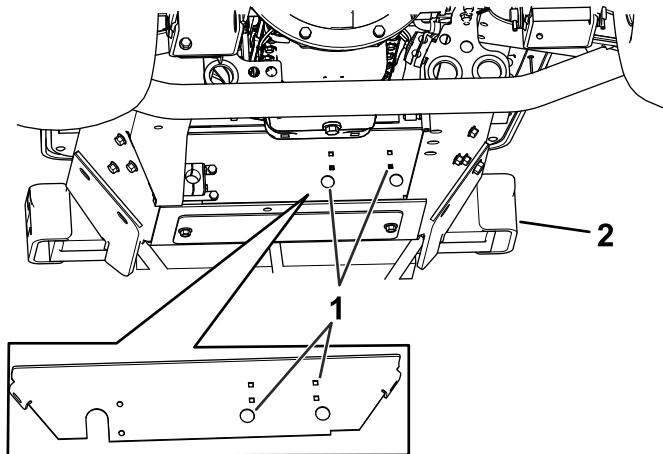

Figura 1
1. Compruebe si su máquina tiene orificios existentes en el soporte del radiador (Figura 1).
Nota: Los pasos siguientes son solamente para máquinas que no tengan orificios existentes en el soporte del radiador. Consulte la Figura 1 para localizar los orificios existentes.
- 5. Levante el radiador lo suficiente para poder retirar el soporte del radiador existente (sin orificios existentes). Consulte la Figura 1 para localizar los orificios existentes.